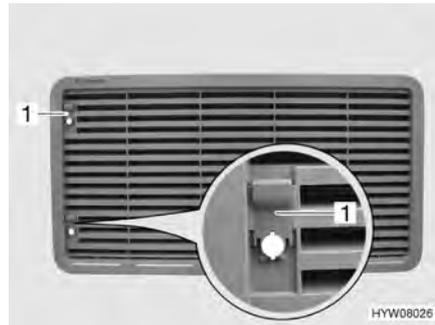

Fig. 138 Rejilla de ventilación del frigorífico (con corredera)
- Empujar la corredera (Fig. 138,1) hacia arriba.